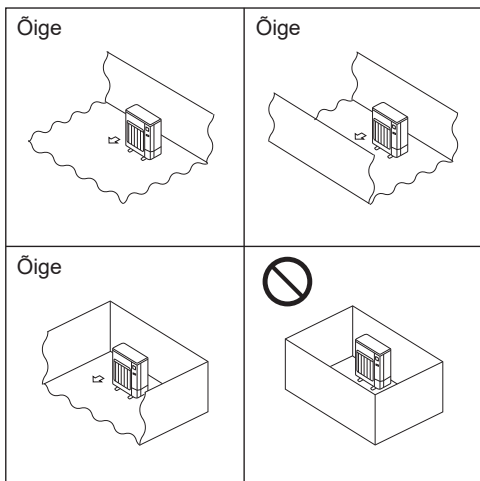

Fig. 2-2
- Ⓐ Paigaldage välisseadme kohta, kus vähemalt üks neljast küljest on avatud ja piisavalt avaras kohas, mis ei ole nõgus. (Fig. 2-2)